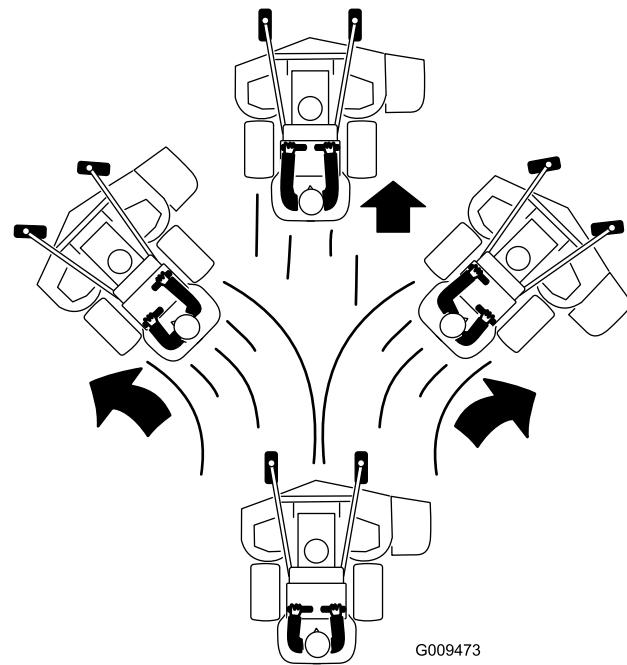

Figure 19
- 4. Poussez les leviers de commande de déplacement lentement en avant (Figure 19).